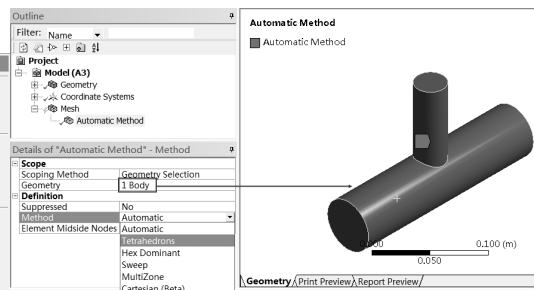

图 3-61 网格划分方法
Step13: 此时在 Outline 中的 Mesh 下创建一个 Automatic Method 选项, 如图 3-61 所示, 选择此选项, 在下面的 Details of “Automatic Method” 面板中做如下操作。